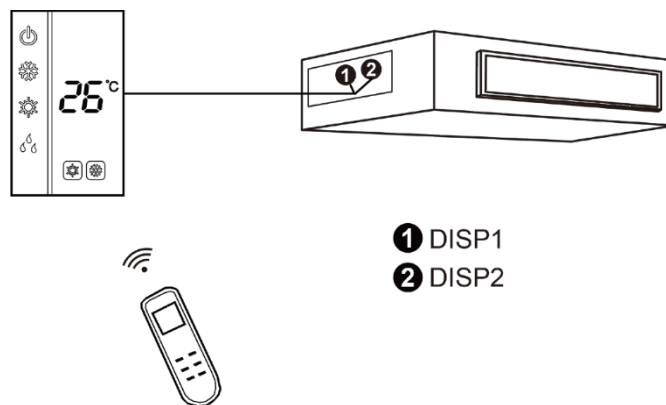

Fig. 5.4.2
- 2) La Fig. 5.4.2 mostra l'installazione del telecomando.